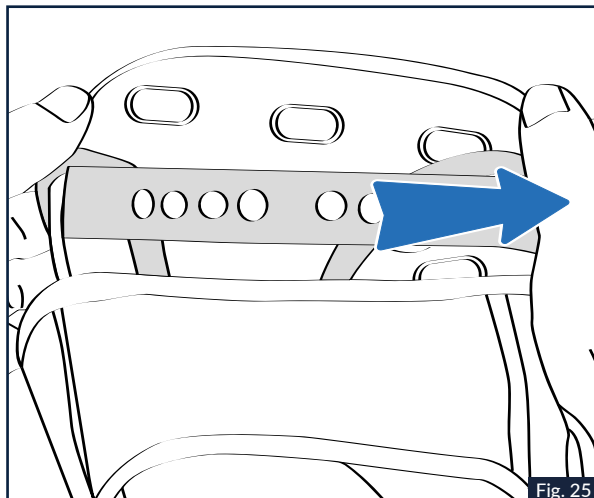

Fig. 25
1.3 Repita las operaciones de los puntos 1.1 y 1.2 con el botón circular trasero que se encuentra por debajo del acolchado (Fig. 25). Acercando entre sí los dos botones de ajuste del acolchado interior, el casco se sitúa gradualmente más arriba sobre la cabeza.